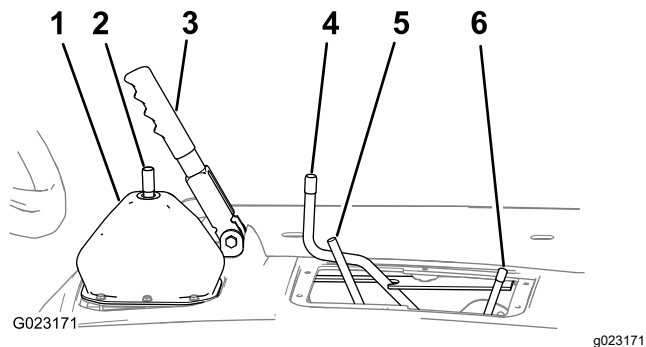

Bild 11
- Aktivieren Sie die Feststellbremse (**Bild 11**).
(**Bild 11**).